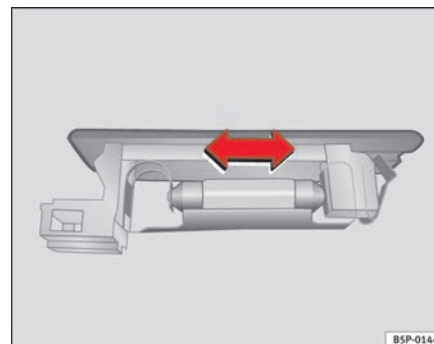

Fig. 161 Luz do porta-bagagens
- Pressione a lâmpada na parte lateral e extraia-a do respectivo alojamento ⇒ fig. 161. ■